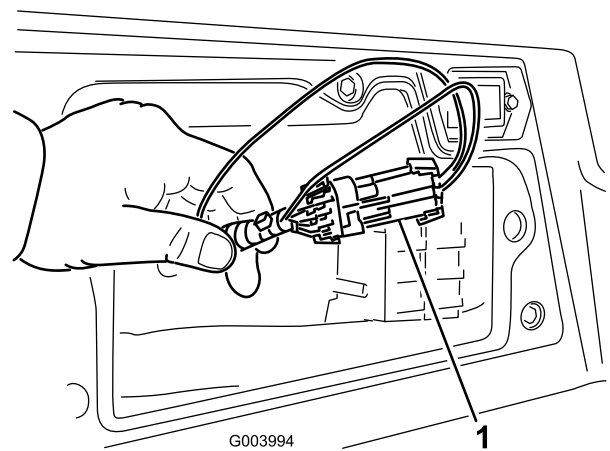

Figura 24
3. Localice el arnés de cables y los conectores, que están situados cerca del controlador (Figura 24).